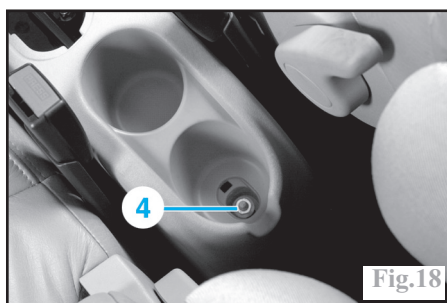

Fig.18
Déposer l'écrou de fixation arrière (4) de la console centrale (Fig.18).